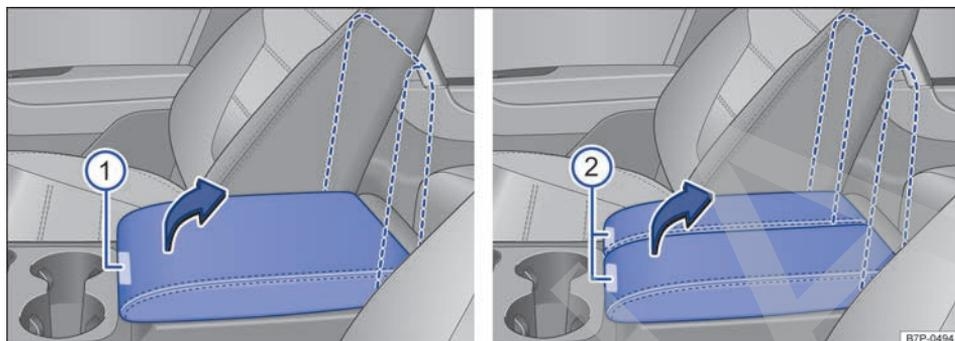

Fig. 186 En el reposabrazos central delantero: apertura del portaobjetos.
Apertura: Presione la tecla → fig. 186 ① o ② y levante el reposabrazos o la parte correspondiente del mismo.